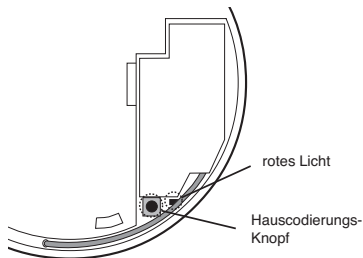

Abbildung 2a
4. Bevor Sie den Warnmelder auf der Montageplatte montieren, halten Sie den Hauscodierungs-Knopf auf der Rückseite des Funkmoduls gedrückt, bis die rote LED leuchtet (siehe Abbildung 2a). Lassen Sie diesen anschließend wieder los.